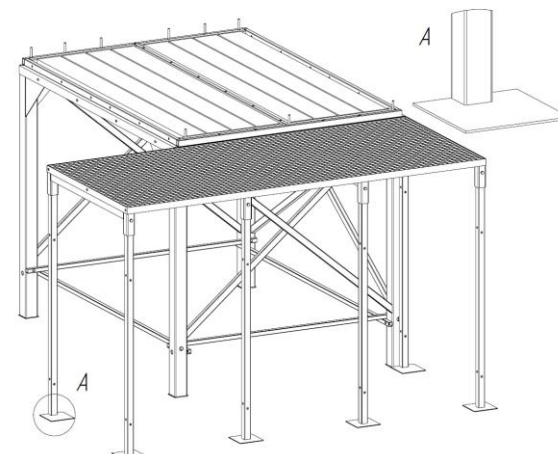

Рис. 3
3. При помощи 6-ти болтов М10х65 присоединяются четыре передних и две задние ноги (вид А). После данной операции перевернуть площадку (рис. 3). Площадка прислоняется к подставке хранилища и закрепляется болтами М10х25 (поз. 10) в четырёх местах.